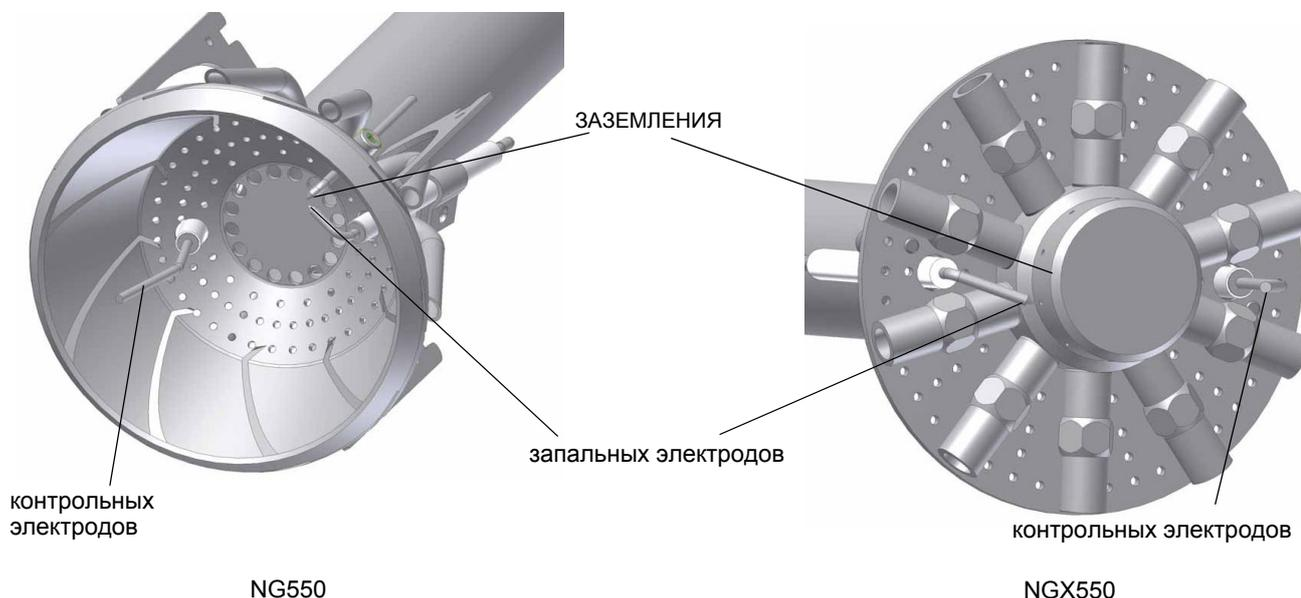

Рис. 48
**ВНИМАНИЕ:** чтобы не подвергать риску работу горелки, избегать контакта запальных и контрольных электродов с металлическими частями горелки (голова сгорания, сопло и т.д.). Проверять положение электродов каждый раз после выполнения каких-либо работ на голове сгорания. Убедиться, что расстояние между запальным электродом и массой составляет 4 - 5 мм. (см. Рис. 48)